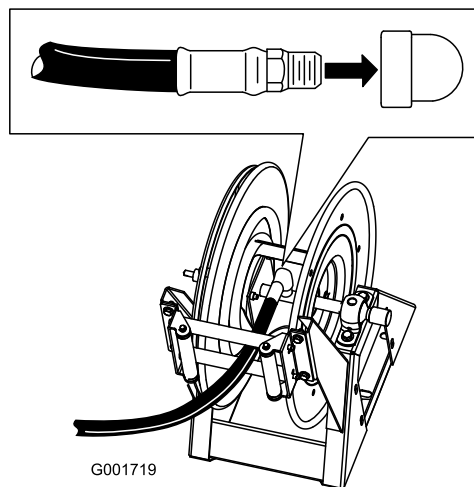

Figura 40
1. Applicate il sigillante in PTFE ai filetti del raccordo sul flessibile lungo, e montate il raccordo nel tubo di connessione sull'avvolgitubo (Figura 40).